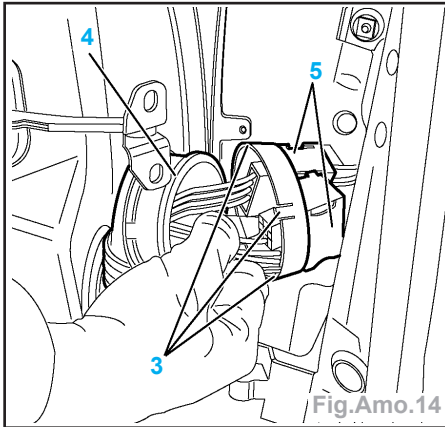

Fig.Amo.14
- Agir sur les quatre ergots de la bague support connexions (3) (Fig.Amo.14).
- Dégager l'ensemble soufflet d'étanchéité (4) et bague support connexions (3).
- Dégraffer les connexions électriques (5).